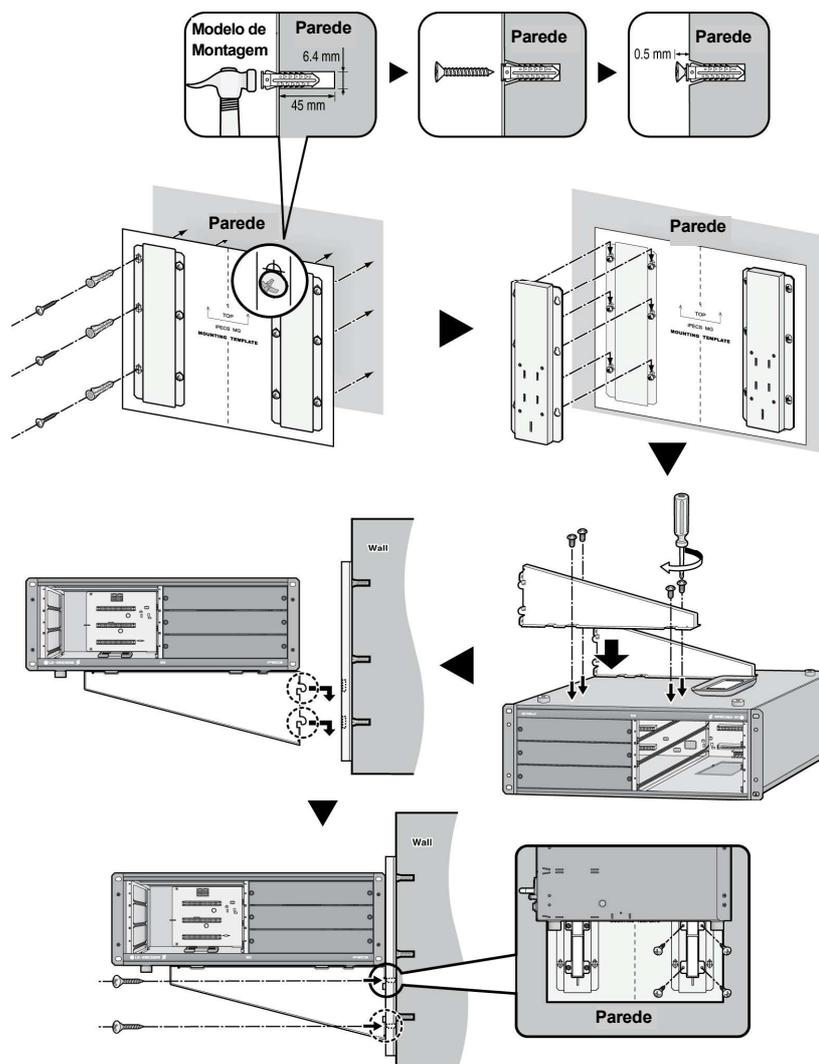

Figura 4.4.2-1 Montagem na Parede
2. Instale 12 buchas na parede utilizando o modelo de montagem (Figura 4.4.2-1 Montagem na Parede).